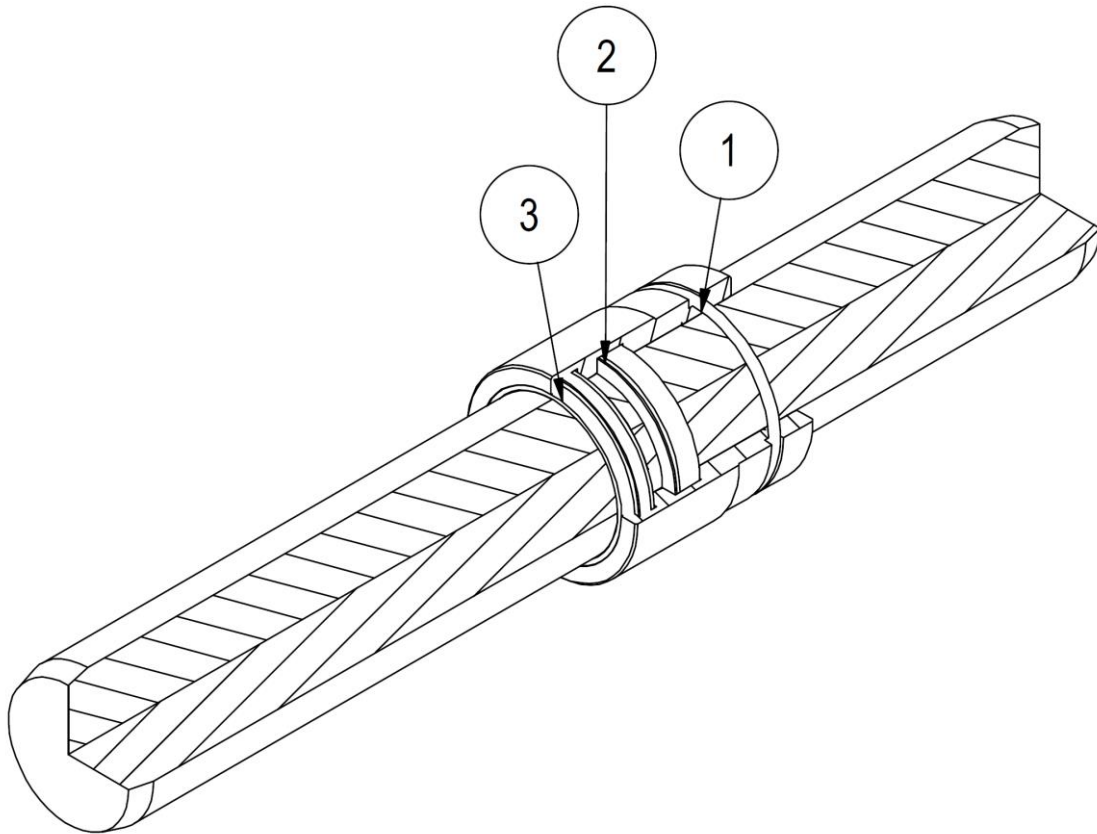

Abbildung 13
4. Ersetzen Sie die beschädigten oder übermäßig abgenutzten Dichtungen (siehe *Abbildung 13*).